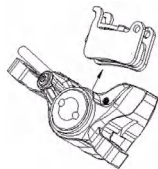
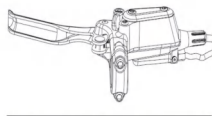

Figura 2-5 Rimozione/montaggio delle ganasce dei freni e degli accessori
Figura 2-6 Il serbatoio dell'olio del disco è parallelo al terreno
- ② Rimuovere la ruota ed estrarre il ceppo del freno dal telaio principale della pinza del disco (come mostrato nella Figura 2-5).
- ③ Pulire il pistone e l'area circostante.
- ④ Posizionare la bicicletta in modo che il serbatoio dell'olio del freno a disco sia a livello del terreno, quindi svitare la vite di tenuta del serbatoio dell'olio (come mostrato nella Figura 2-6).
- ⑤ Premere il pistone nella posizione inferiore senza inclinarlo o sporgerlo (l'olio dei freni nel serbatoio dell'olio potrebbe traboccare, quindi fare attenzione).
- ⑥ Installare nuovi ceppi dei freni e reinstallare le ruote.
- ⑦ Premere più volte la maniglia del freno per assicurarsi che la maniglia sia premuta saldamente.
- ⑧ Dopo aver verificato che non vi siano interferenze tra il ceppo del freno e il rotore del disco, fissare saldamente la ruota.
- ⑨ Dopo aver serrato la vite di tenuta del serbatoio dell'olio, riportare il manubrio del disco all'angolazione di guida originale.
Sul corpo della pinza del freno a disco, quando il pistone si muove o i due lati si gonfiano in modo non uniforme o le pastiglie dei freni interferiscono con il disco, fare riferimento alla procedura di sostituzione delle pastiglie dei freni (come mostrato nella Figura 2-5).